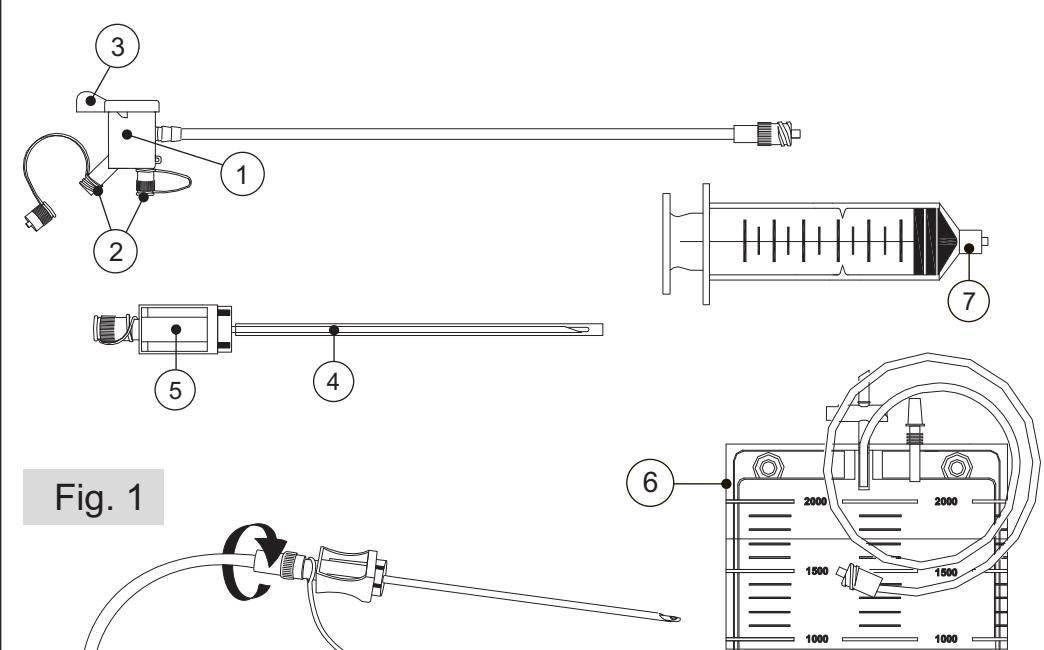

Fig. 1
6. Das Herzstück der Vorrichtung mit dem hinteren Lock-Anschluss der Nadel verbinden und die Schutzstopfen verschließen (Abb. 1).
6. Соединить основной корпус устройства с задним блокирующим разъемом иглы и закрыть защитные колпачки (рис.1).
6. Raccorder le corps principal du dispositif au connecteur lock postérieur de l'aiguille et fermer les bouchons de protection (fig. 1).